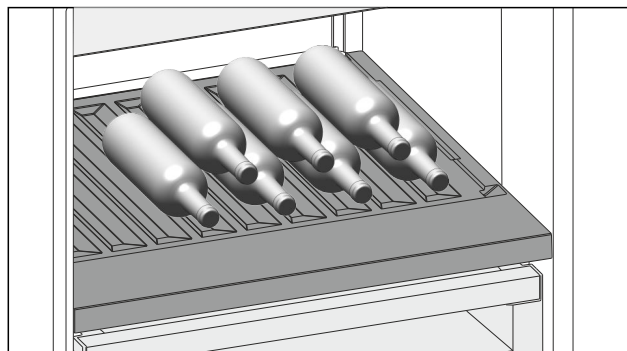

Fig. 121
- ▶ Láhve ukládejte dnem dozadu k zadní stěně. (viz Fig. 121)